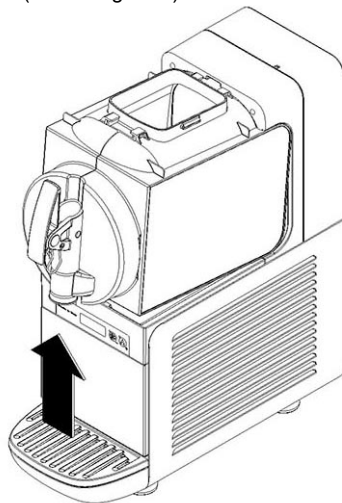

figura 3
**2** Smontare il contenitore spingendone leggermente la parte inferiore (lato rubinetto) verso l'alto per liberarne gli agganci inferiori (vedere figura 3) e sfilandolo successivamente dal davanti (vedere figura 4).